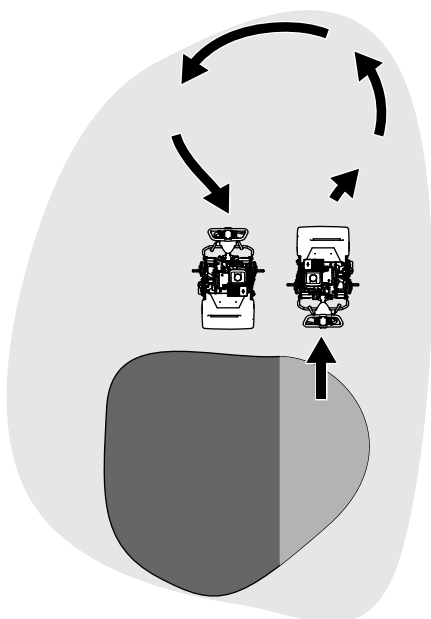

Figure 25
exécutez un demi-tour en « goutte d'eau » sur le tambour de déplacement (Figure 25).
1. Localisez le levier d'engagement de déplacement sur le boîtier d'engrenages de la transmission (Figure 25).